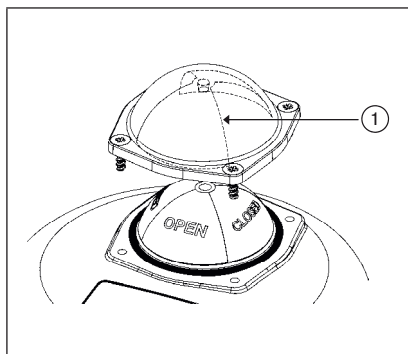

Bild 8: Glashaube Demontage
- Glashaube des Stellungsanzeigers 1 inkl. den Dichtring durch Lösen der vier Befestigungsschrauben abnehmen und die Glashaube entfernen (siehe „Bild 8“).